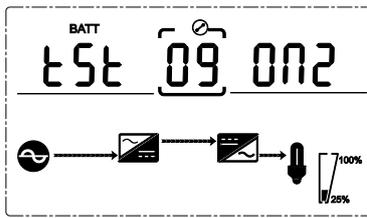

Fig. 4-22 Autotest ON2
- Selección **ON2**, el SAI puede pasar automáticamente al modo batería cada 30 días. Y el tiempo de autotest de la batería es de **10 minutos** (Fig. 4-22).